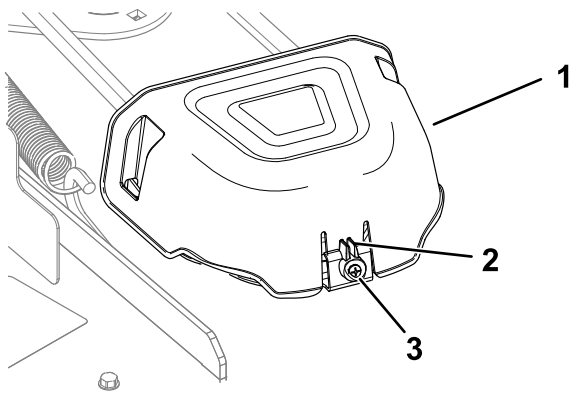

Bild 53
5. Lösen Sie die Schraube und drücken Sie die Lasche am Deckel ein, um die Riemenscheibenabdeckungen (Bild 53) zu entfernen.